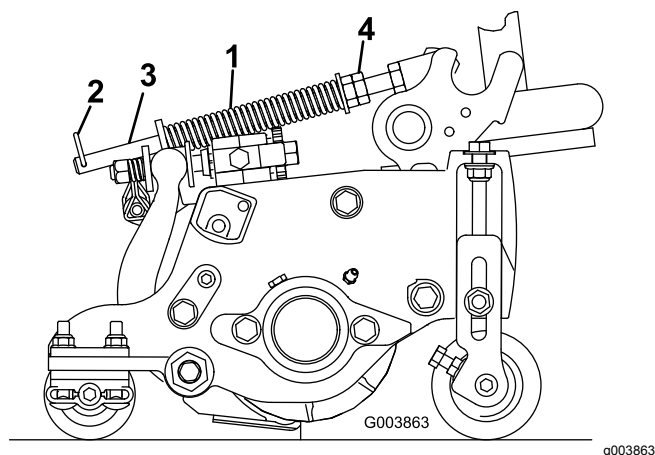

Figure 15
Le ressort de compensation (Figure 15) transfère le poids du rouleau avant au rouleau arrière. Cela évite la formation d'ondulations à la surface de la pelouse.
1. Vérifiez que la goupille fendue est insérée dans le trou de la tige de ressort (Figure 15).
2. Serrez les écrous hexagonaux sur l'extrémité avant de la tige de ressort jusqu'à ce que la longueur du ressort comprimé soit égale à 12,7 cm sur la Reelmaster 5410 à unités de coupe de 12,7 cm ou à 16 cm sur la Reelmaster 5510 et 5610 à unités de coupe de 17,8 cm ; voir Figure 15.